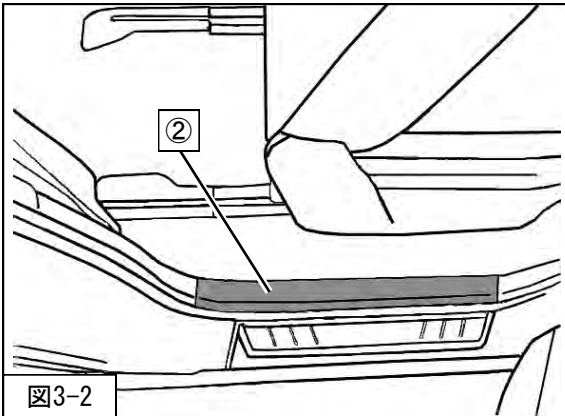

図3-2
3. ②リアサイドガーニッシュを取外してください。(図3-2)